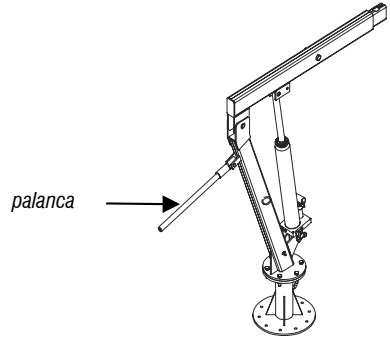

Fig. 9 – Procedimiento
b. El guinche puede ser girado en 360°. Para esto, encaje la palanca en el soporte y gire, Fig. 9.